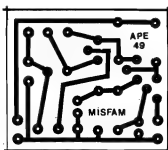

Fig.2
- FIG. 2 - LAY OUT DO CIRCUITO IMPRESSO ESPECÍFICO - Como os componentes mais "taludados" (bobina, capacitor variável, alto-falante, etc...) ficam, por razões "estratégicas", fora da placa, esta se restringe a dimensões bastante modestas, num padrão cobreado de fácil reprodução e execução... A figura traz o lay out em tamanho natural (escala 1:1, como sempre fazemos em APE...) e assim tudo se resume em "carbonar" o desenho sobre a face cobreada de um fenolite virgem (já nas dimensões convenientes), posterior traçagem com tinta ou decalques ácido-resistentes, corrosão, furação e limpeza... Nótêm que mesmo sendo simples - o padrão cobreado exige uma cuidadosa conferência final, para ver se não restaram "curtos", contatos indevidos ou falhas... Tudo isso pode ser facilmente corrigido antes dos componentes serem inseridos e soldados (depois, fica bem mais complicado...).